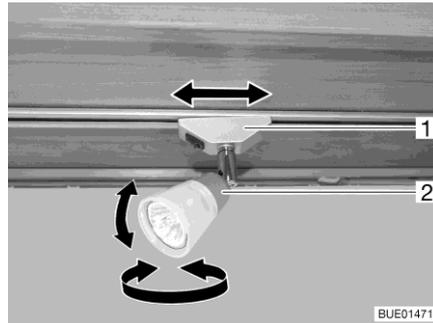
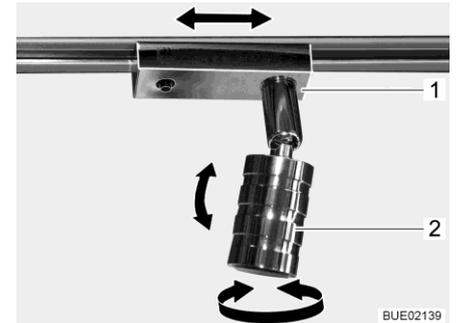

Fig. 62 Foco
Fig. 63 Foco (alternativa)
- Cogér la carcasa (Fig. 62,2 ó Fig. 63,2) y girarla.
- Agarrar la base (Fig. 62,1 ó bien Fig. 63,1) y girarla aprox. 45°.
- Agarrar la base (Fig. 62,1 ó bien Fig. 63,1) y girarla 90°.